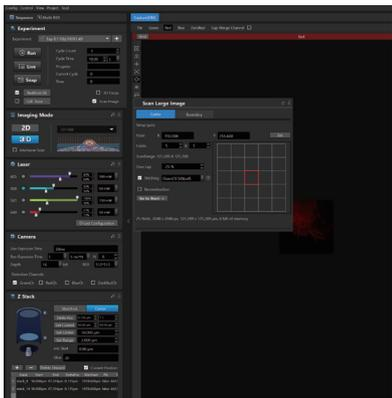

图3.12-2
② 当Z Stack选择Start/End模式执行扫图拼图时，扫图Center方法需要在3D图像拍摄的开始焦面位置时Set一次Point并设置其他扫图参数，扫图参数设置完成后在【Z Stack】点击Set Start设置拍摄开始位置，调节焦面到拍摄的结束位置，【Z Stack】点击Set End设置结束位置并添加stack(如图3.12-2所示)。【Experiment】区域点击“Run”按钮开始执行扫图拼图。